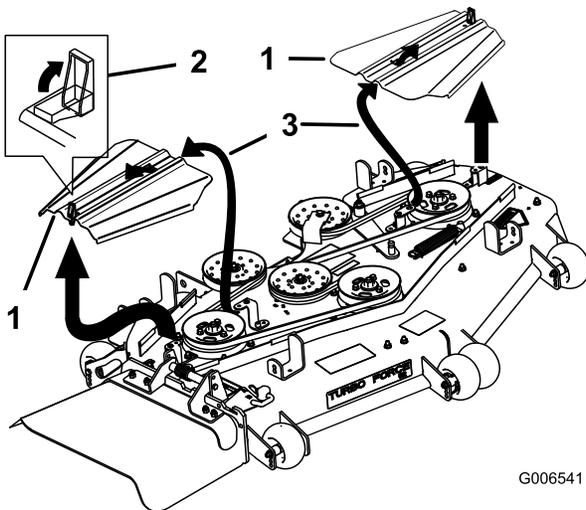

Figura 82
5. Retire las cubiertas de la correa (Figura 82).